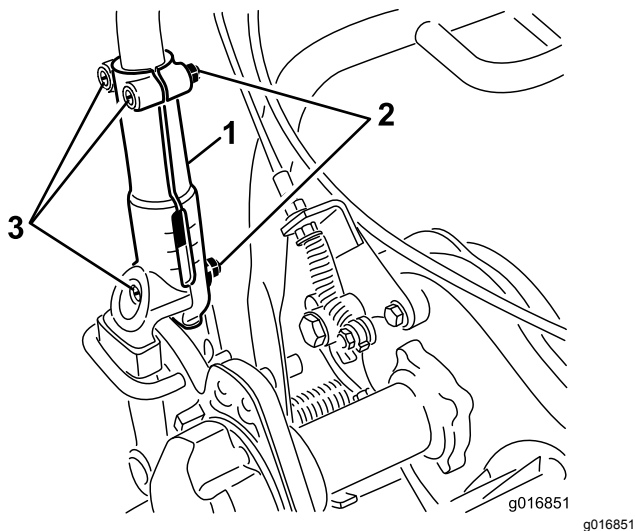

Рисунок 26
1. Ослабьте 3 каретных болта и гайки, которые фиксируют в зажимах каждую сторону рукоятки (**Рисунок 26**).